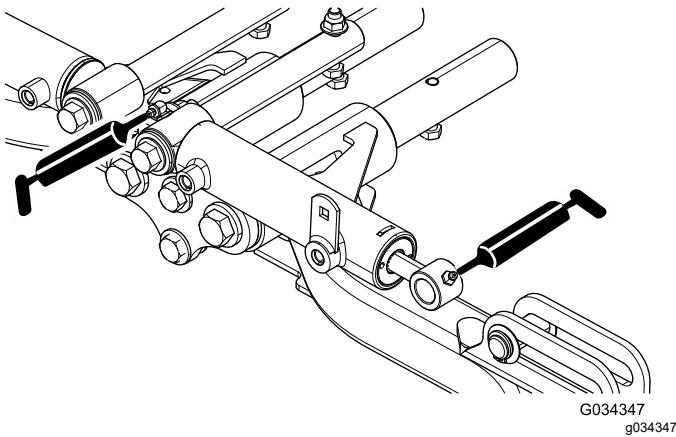

Figura 55
- Perni del braccio di sollevamento anteriore e cilindri di sollevamento (3 cad.); fate riferimento alla Figura 55.